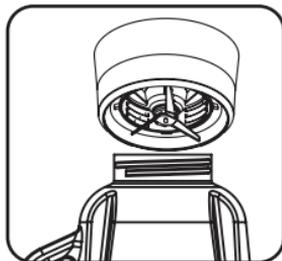

FIG.4
1. Coloque a borracha de vedação (item 13) na base da jarra (item 6), encaixando-a bem (ver imagem ao lado).
- (item 5) e acople o conjunto de lâminas na jarra inclinando-as levemente para que a faca ingresse perfeitamente (Fig. 4).
3. Encaixe a base da jarra na base do liquidificador (item 8) e gire no sentido horário até travar.